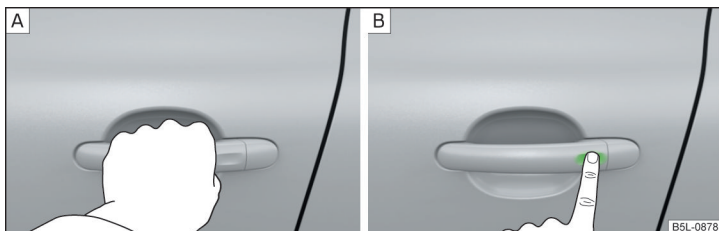

Fig. 31 Descuierea / încuierea autovehiculului
- > Trageți de mânerul portierei, pentru a **descuia** autovehiculul » fig. 31 - **A**..
- > Pentru a **încuia** autovehiculul, atingeți cu degetul senzorul din mânerul portierei » fig. 31 - **B**.